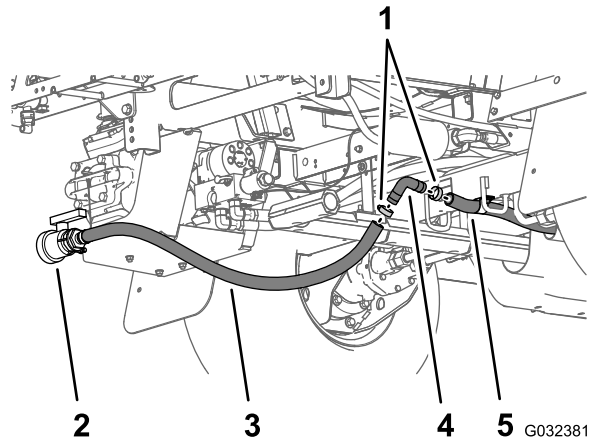

図 55
- バーブ付き90° フィッティングステップ 3 で外したものを、ドレンバルブホースとタンク後部ドレンホースに取り付ける 図 55。
- バーブ付き90° フィッティングとドレンホース2本を固定するホースクランプステップ2 図 55 で外したものを使用する。